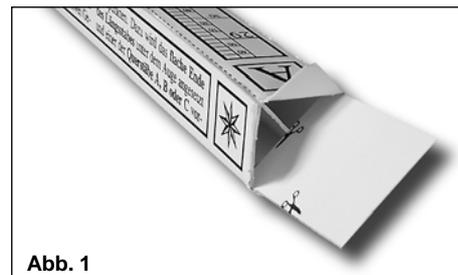

Abb. 1
Schritt 4: Schneiden Sie die 20 Verfestigungsstücke [D3] aus und stecken Sie zunächst eines mit den angeschrägten Ecken voran diagonal in das eine Ende des Querstabes. Setzen Sie darüber ein weiteres, aber um 180° verdreht. Die beiden kreuzweise versetzten Verfestigungsstücke füllen jetzt die Kanten des Längsstabes von innen aus und geben ihm dadurch Stabilität (Abb. 1). Schieben Sie sie mit dem Rundholz oder den Filzstiften so tief in den Längsstab, bis sie etwa in der Mitte liegen. Schieben Sie dann immer überkreuz so viele Verfestigungsstücke nach, bis der Querstab von dieser Seite her aufgefüllt ist, und versteifen Sie ihn dann von der anderen Seite her genau so. Sichern Sie die letzten Verfestigungsstücke mit einem Tropfen Klebstoff gegen Herausfallen und schneiden Sie überstehende Enden ggf. ab.